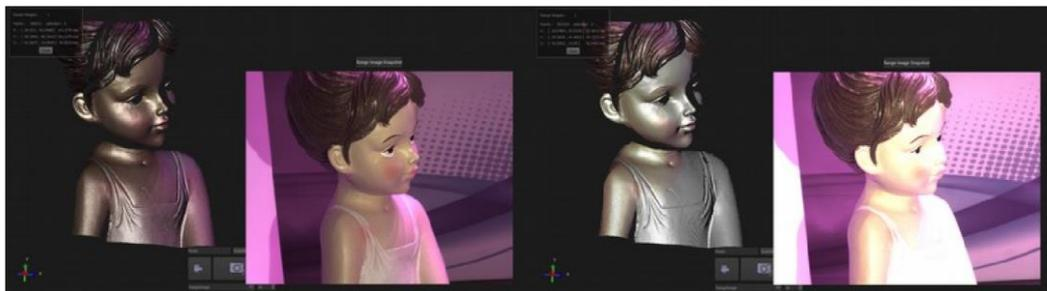
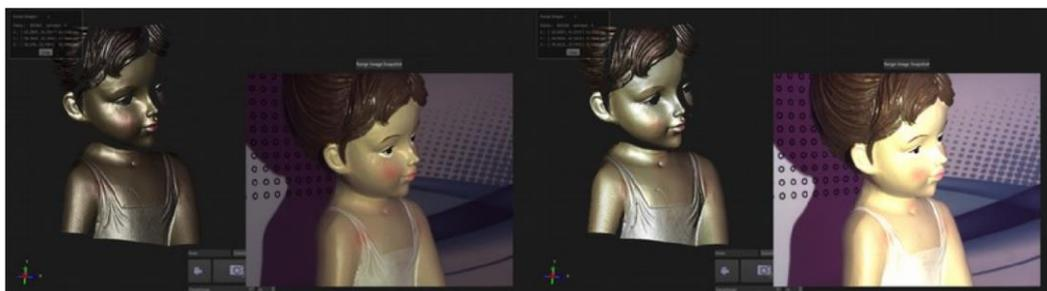

Рисунок 20: 3D-скан с текстурой перед повторной калибровкой цвета.
Рисунок 21: 3D-скан с текстурой после повторной калибровки цвета.
**СОВЕТ ОТ ПРОФЕССИОНАЛА:** Если, после первого сканирования, цвет 3D-изображения не похож на цвет реальной модели и не является удовлетворительным (см. Рис. 20), результат можно удалить и начать процесс заново с процедуры калибровки цвета (без выполнения полной оптической настройки и калибровки сканера) (см. Рис. 21).